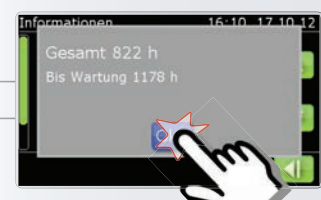

Bild 46
2. Wählen Sie OK um das Fenster zu schließen (Bild 46).